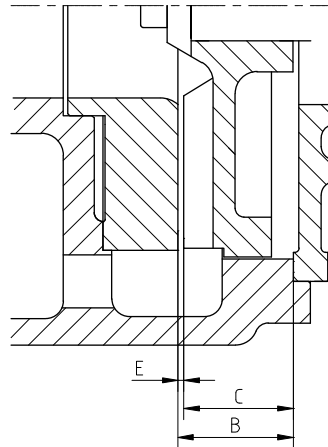

Figura 12: Jocul dintre rotor și placa de uzură, pompe FRE grupa de lagăre 1
- 2 Măsurați distanța B dintre placa de uzură și carcasa pompei, a se vedea figura 12.
- 3 Măsurați distanța C dintre rotor și capacul intermediar, a se vedea figura 12.